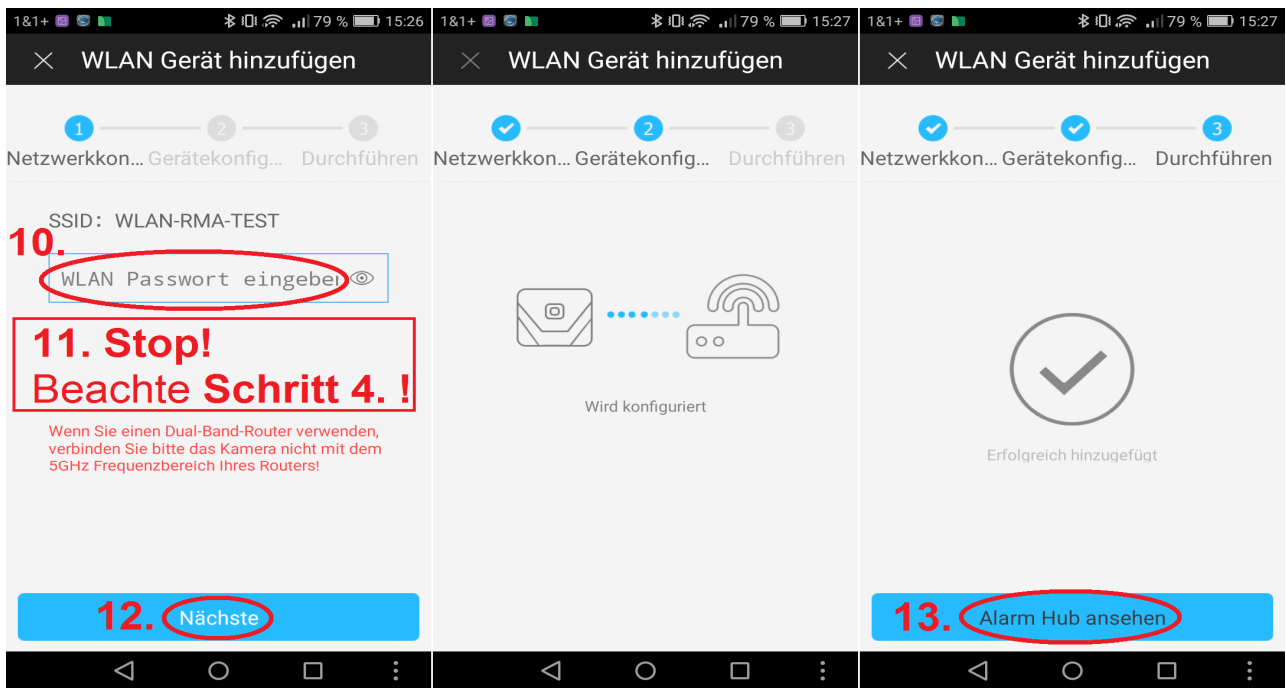

Abbildung 5-4
Schritt 3. Geben Sie der Basisstation einen Name (4.), klicken Sie auf das Icon des QR-Codes (5.) und scannen Sie den QR-Code auf der Rückseite der Basisstation. Als Benutzername (6.) und Passwort (7.) verwenden Sie admin. Aktivieren Sie außerdem die Funktion zum Empfangen von Push-Benachrichtigungen (8.). Klicken Sie nach der erfolgreichen Übernahme auf „Nächste“ (9.) und geben Sie das WLAN Passwort (WLAN Schlüssel des Routers) (10.) ein (Siehe Abb. 5-4).